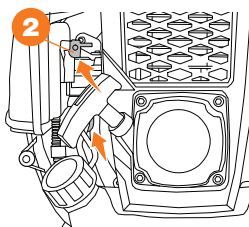

Рис. 10
- При запуске холодного двигателя прокачайте 4-5 раз ручным топливным насосом (праймером) топливо в карбюратор до его заполнения и переведите рычаг воздушной заслонки ❷ в положение «ЗАКРЫТО» верхнее положение (Рис. 10).